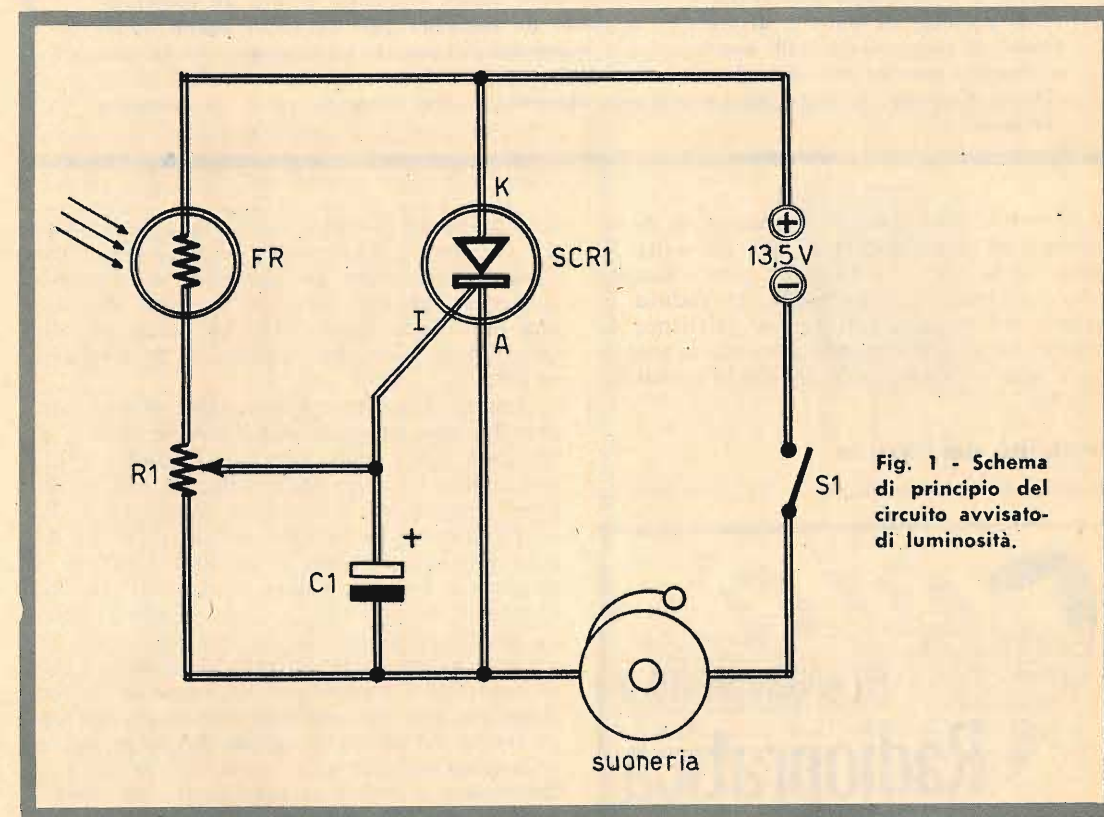

Fig. 1 - Schema di principio del circuito avvisato di luminosità.
L'elemento sensibile del circuito elettrico di fig. 1 è costituito dalla fotoresistenza FR. La suoneria è pilotata dal diodo controllato SCR1. Questo elemento è collegato, in veste di interruttore, in serie con il campanello elettrico; quando il diodo è innescato, esso diviene conduttore ed il campanello elettrico viene percorso dalla corrente erogata dalla pila di alimentazione. Il diodo controllato, per essere eccitato, richiede una differenza di potenziale fra anodo e porta (I); una volta eccitato, il diodo SCR1 rimane conduttore, anche non applicando più la tensione fra anodo e porta (I); nel circuito rappresentato in fig. 1 la tensione